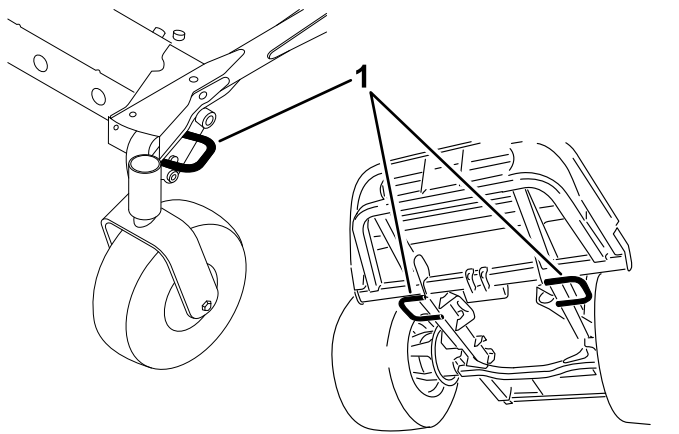

图27
5. 使用机器上的栓系环用箍带、链条、缆绳或绳索将其牢牢固定在拖车或卡车上 图27。